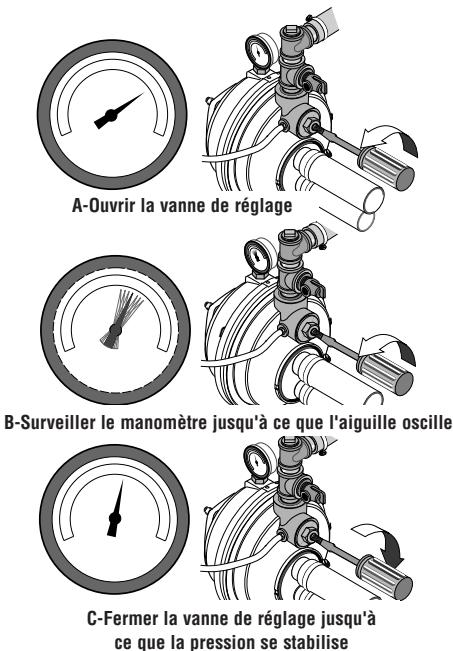

Figure 14 : Régler la vanne de réglage
- 5 ° Lorsque la pression s'est accumulée et stabilisée à environ 50 lb/po2, ouvrir lentement la vanne de réglage (voir la Figure 14) et laisser chuter la pression jusqu'à ce que l'aiguille du manomètre commence à osciller. Pendant que l'aiguille oscille, fermer suffisamment la vanne de réglage pour arrêter l'aiguille d'osciller (voir la Figure 14). La pompe fonctionne maintenant à son point le plus efficace.